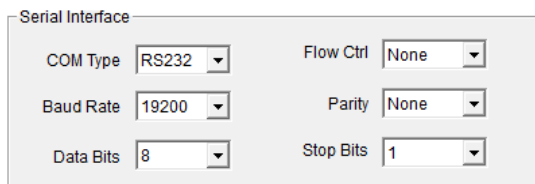

Рисунок 14 – Область параметров «Serial Interface» вкладки «Com»
3.5.13.5 В главном окне программы «M1000 Pro V2 Configurator» необходимо выбрать вкладку «**Com**». В область параметров «**Serial Interface**» (рисунок 14) ввести следующие настройки: